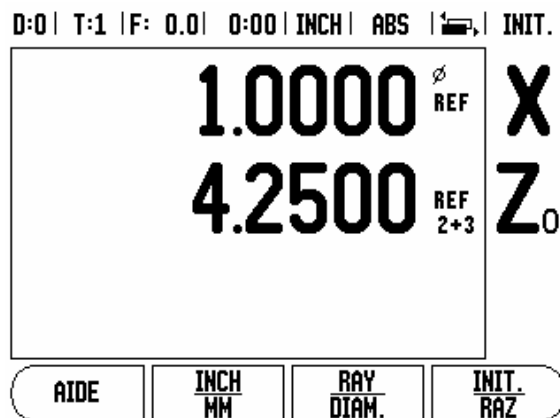

Fig. II.4 Couplage des axes Z actif
- ▶ Appuyez sur la touche numérique associée à l'entrée du système de mesure située sur la face arrière du VUE. Utilisez les softkeys **+** ou **-** pour coupler une seconde entrée à la première. Les numéros des entrées sont affichés à côté de l'axe et ils indiquent la présence d'une position couplée (par exemple 2 + 3). Cf. Fig. II.4.
Appuyez sur la touche  $Z_0$  et maintenez-la enfoncée pendant environ 2 secondes si vous désirez coupler l'axe  $Z_0$  avec l'axe Z et afficher la somme des courses de déplacement dans l'affichage de l'axe  $Z_0$ . La somme des courses de déplacements des deux axes Z s'affiche maintenant dans l'affichage de l'axe  $Z_0$  et l'affichage de l'axe Z s'éteint. Cf. Fig. II.4.